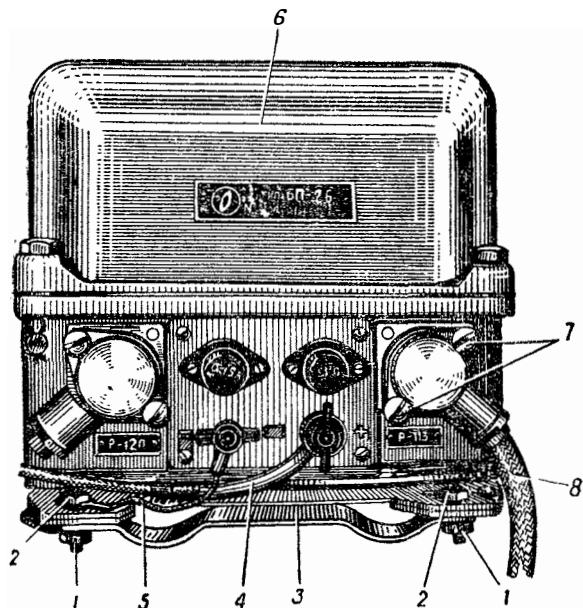

Рис. 78. Установка блока питания:
1. Вывернуть винты 7 (рис. 78) и отсоединить вилку кабеля 8 от розетки полуразъема блока питания.
1. Установить блок 6 (рис. 78) питания на кронштейн 3 и закрепить болтами 2 с гайками 1 и пружинными шайбами, подложив под головку левого болта наконечник провода 5.